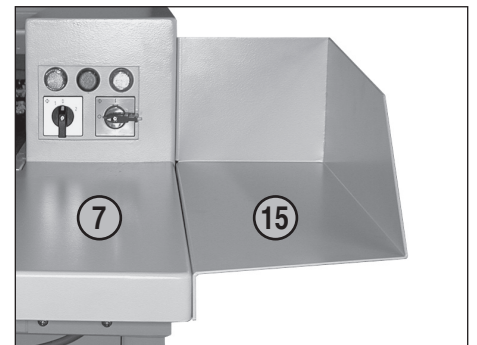
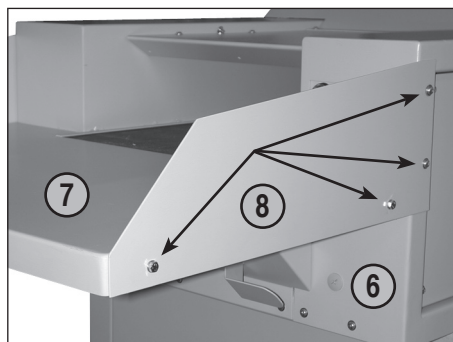

fig. 5
fig. 4
- 15 = Équerre de protection (figure 5) (en option)
MONTAGE DE L'ÉQUERRE DE PROTECTION (15) (figures 4 et 5):
Si nécessaire, le placement de deux équerres de protection (15) (figure 5) au lieu des deux plaques de protection (8) (figure 4) permet d'élargir la surface de pose de la table (voir également « ACCESSOIRES SPECIAUX »)
1. Dévisser respectivement les 4 vis et les rondelles sur les parois du boîtier (6) gauche et droite ainsi que sur la table (voir marquage de flèche figure 4).
2. Retirer les deux plaques de protection (8) et visser les deux équerres de protection (15) sur les parois du boîtier (6) gauche et droite ainsi que sur la table (7) à l'aide des vis et des rondelles dévissées auparavant.